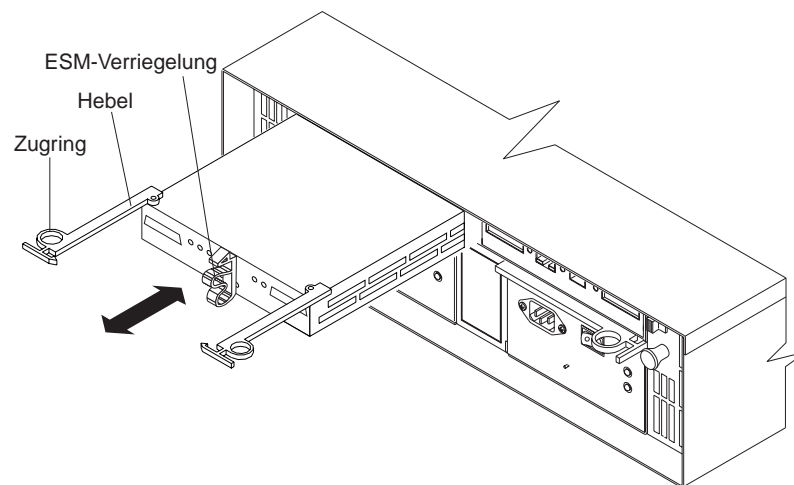

Abbildung 11. ESM wieder einsetzen
1. Schieben Sie einen ESM in den freien Steckplatz der Erweiterungseinheit. Achten Sie dabei darauf, dass die Hebel herausgezogen sind (siehe Abb. 11).